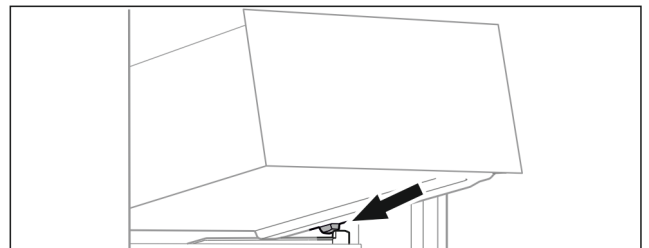

Fig. 57
► Placer le tiroir, en l'inclinant, derrière les butées sur la nervure de récipient. (voir Fig. 57)